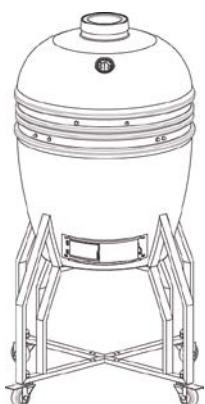

Figure 1
**ÉTAPE 3** Placez le chariot assemblé sur une surface plane sécuritaire avec les roulettes verrouillées face vers le devant avant d'insérer le gril. Levez délicatement le gril et placez-le dans le chariot. Ajustez la position pour que le devant du gril soit centré entre les pattes avec les deux roulettes verrouillées. La ventilation du dessous doit être facilement accessible pour l'utilisation (Voir figure 1)